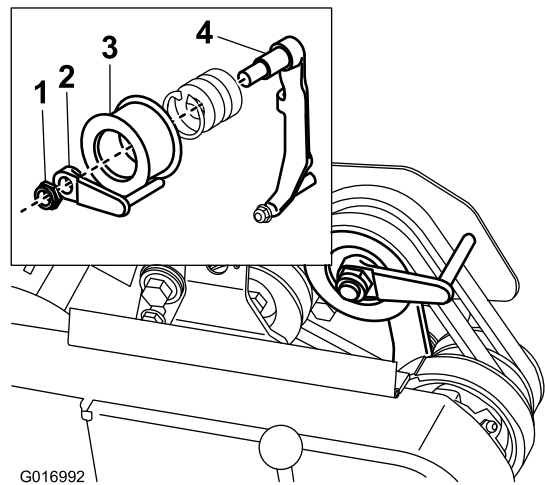

Figure 40
8. Pour pousser ou tirer la machine plus facilement sans mettre le moteur en marche, réglez le guide de courroie (Figure 40, détail) comme suit :